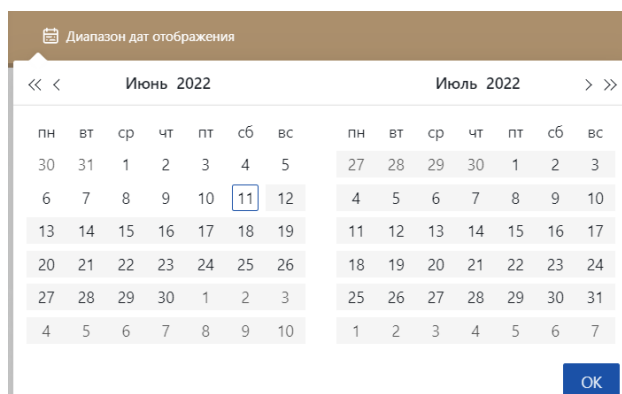

Рисунок 3-5
- выбор диапазона дат (Рисунок 3-5)